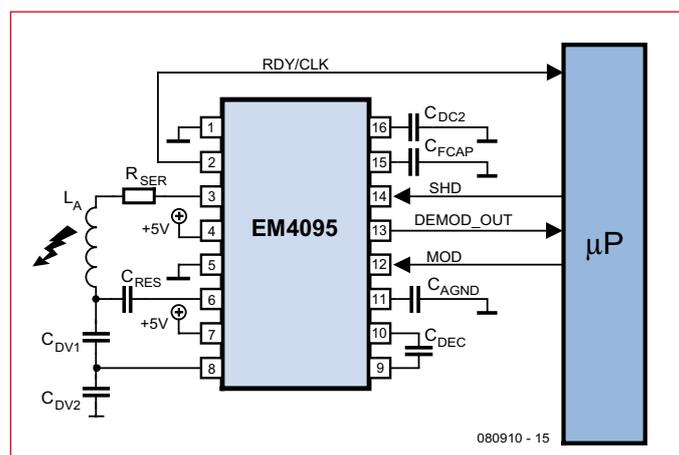
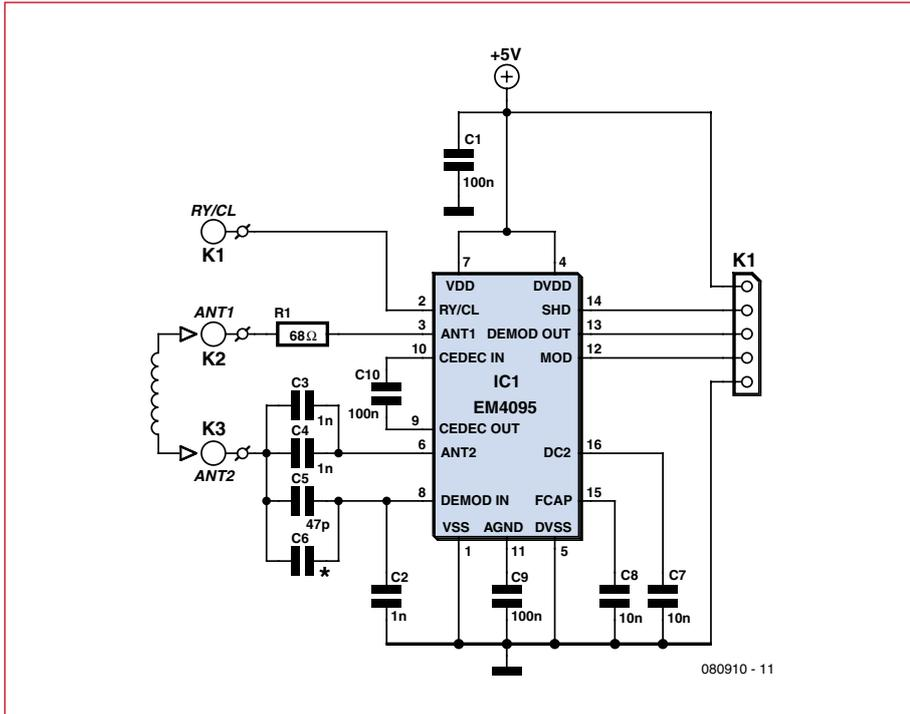

Figure 2. Montage d'application d'EM4095.
Figure 6. Le montage de connexion du lecteur RFID à la carte CC2-AVR.
**figure 2.** Des alimentations séparées sont prévues pour les parties antenne et puce (VDD et DVDD). Une application simple comme la nôtre se contente toutefois d'une seule tension d'alimentation. Deux tâches sont dévolues au circuit oscillant avec bobine d'antenne : il doit, d'une part, produire le signal d'émission destiné au transpondeur et, d'autre part, recevoir le signal du transpondeur modulé en amplitude. Le circuit oscillant se compose de la self  $L_A$  et du condensateur  $C_{RES}$ . Ces composants définissent la fréquence de résonance qui doit être de l'ordre de 125 kHz. L'EM4095 est conçu pour une gamme de fréquences comprise entre 100 kHz et 150 kHz
La carte d'essai ATM18 ne peut, bien sûr, détecter des RFID que si elle dispose d'une extension, un lecteur de RFID. Le nôtre utilisera le montage de la figure 6 construit autour de l'EM4095 que nous avons décrit. Le câblage du circuit intégré correspond à celui du montage d'application de la figure 2, extrait de la fiche technique du circuit. Les composants :  $C_{RES}$  est de 2 nF (C3 + C4),  $C_{DV1}$ , de 47 pF (C5),  $C_{DV2}$ , de 1 nF (C2), la résistance série  $R_{SER}$  est de 68 Ω (R1). Le deuxième condensateur C6, en dérivation sur C5, permet, au besoin, un ajustage de la valeur de  $C_{DV1}$ .